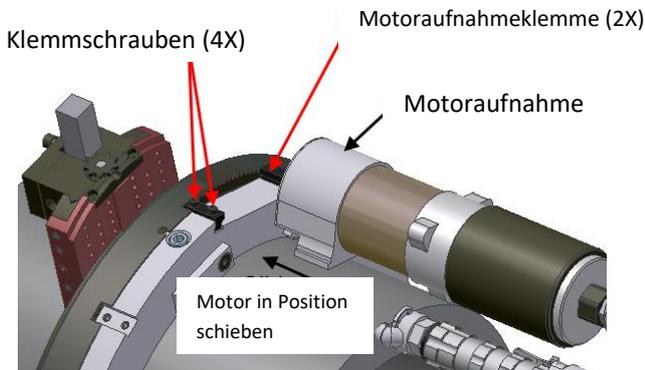

Abbildung 11
- Die vier Motoraufnahme-Klemmschrauben lockern. Die Motoraufnahme hin zur Rückseite der Clamshell positionieren (siehe Abb. 11).